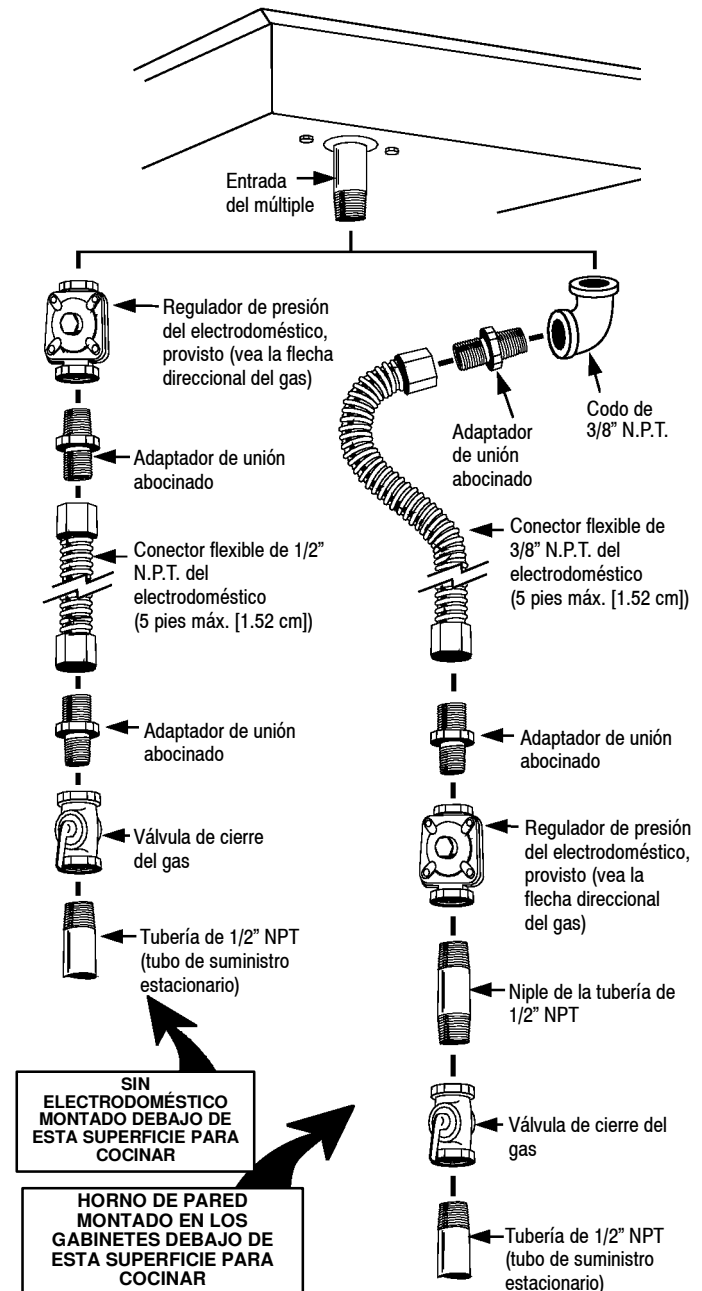

FIGURA 5
- Si se selecciona el método alternativo de tubería que se muestra en la figura 5 para la instalación, no se necesitará una unión. (El conector flexible del electrodoméstico ilustrado proporciona las juntas de unión necesarias para darle servicio.) Cuando exista una pared divisoria y se use un conector flexible, se recomienda por comodidad tanto para la instalación como para el servicio, que el conector flexible mismo pase a través de la pared divisoria. **Los conectores flexibles que se usen con este electrodoméstico deben cumplir con todos los requisitos mencionados en el texto que acompaña a la figura 5.**
A menos que lo prohíban los códigos o las ordenanzas locales, puede usarse un conector flexible de metal, nuevo certificado por AGA, para conectar este electrodoméstico al suministro de gas. El conector no debe medir más de 5 pies (1.52 m) de largo. De acuerdo con la figura 5, use el adaptador de unión abocinado correcto en cada extremo del conector flexible. Si se usa un conector flexible asegúrese de que tanto el regulador de presión como la válvula de cierre manual estén unidas firmemente a otra tubería dura permanente (ya sea el suministro de gas o en el múltiple del electrodoméstico) de manera que quede físicamente fijo. Vea la ilustración de abajo: